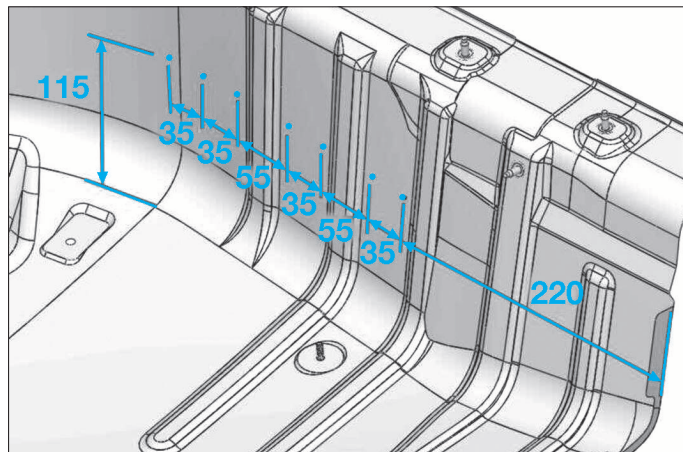

FIG. 101
- Percer les 7 trous de Ø 6,5 mm (Fig.101).